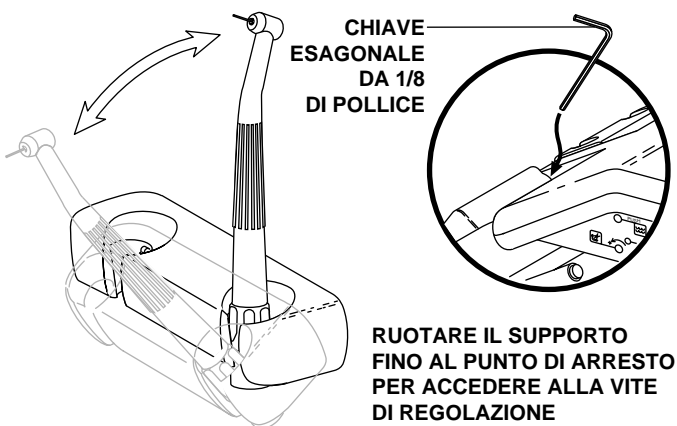

Figure 11A. Supporto multiplo per manipoli
- Allentare oppure serrare la vite di regolazione dell'effetto frenante illustrata nelle figure 11A e 11B.